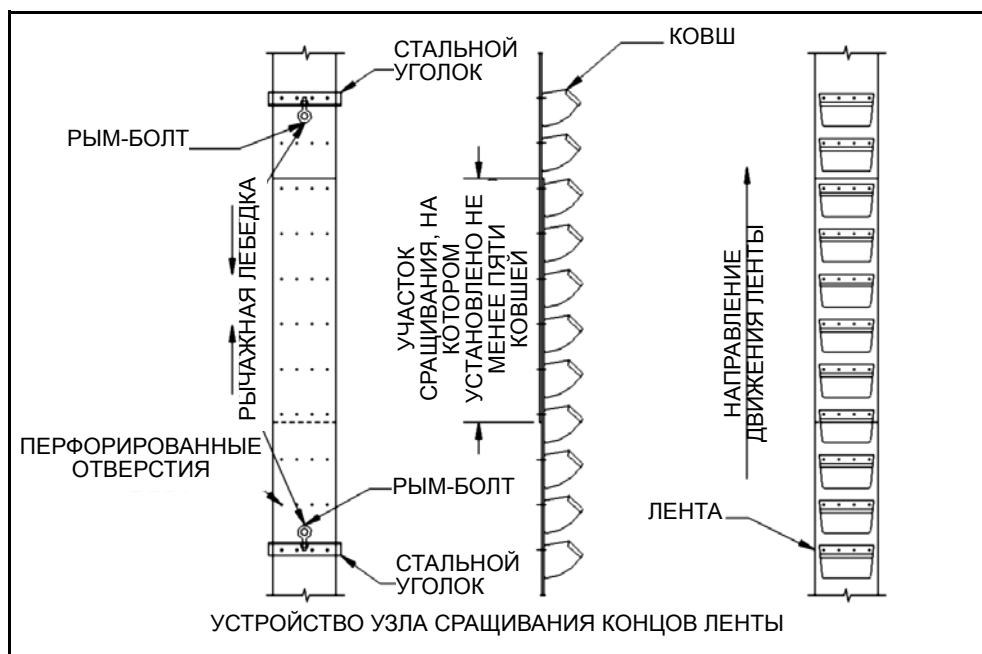

Рис. 3.11
9. Второй стальной уголок нужен для того, чтобы прикрепить его к ленте и с помощью него и рычажной лебедки подтягивать ленту за оба конца до тех пор, пока не будет убрана слабина натяжения ленты, и отверстия в ленте для крепления ковша можно будет совместить друг с другом. Перфорированные отверстия для крепления ковша могут использоваться для соединения концов ленты друг с другом при помощи болтов. Для сращивания концов ленты следует использовать болты для крепления ковша увеличенной длины. Эти болты также обеспечивают надежное крепление ковшей на участке сращивания концов ленты. Длина участка сращивания концов ленты внахлест должна быть достаточной для установки на нем 5 ковшей (Рис. 3.11). При возможности следует подвесить ленту на 24 часа, чтобы она смогла растянуться.